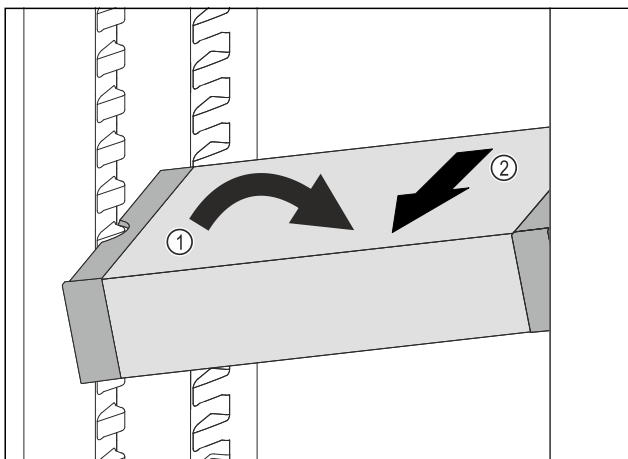

Fig. 86
- Incliner le VarioSafe dans la partie réfrigérateur. Fig. 86 (1)
- Sortir le tiroir VarioSafe par l'avant. Fig. 86 (2)